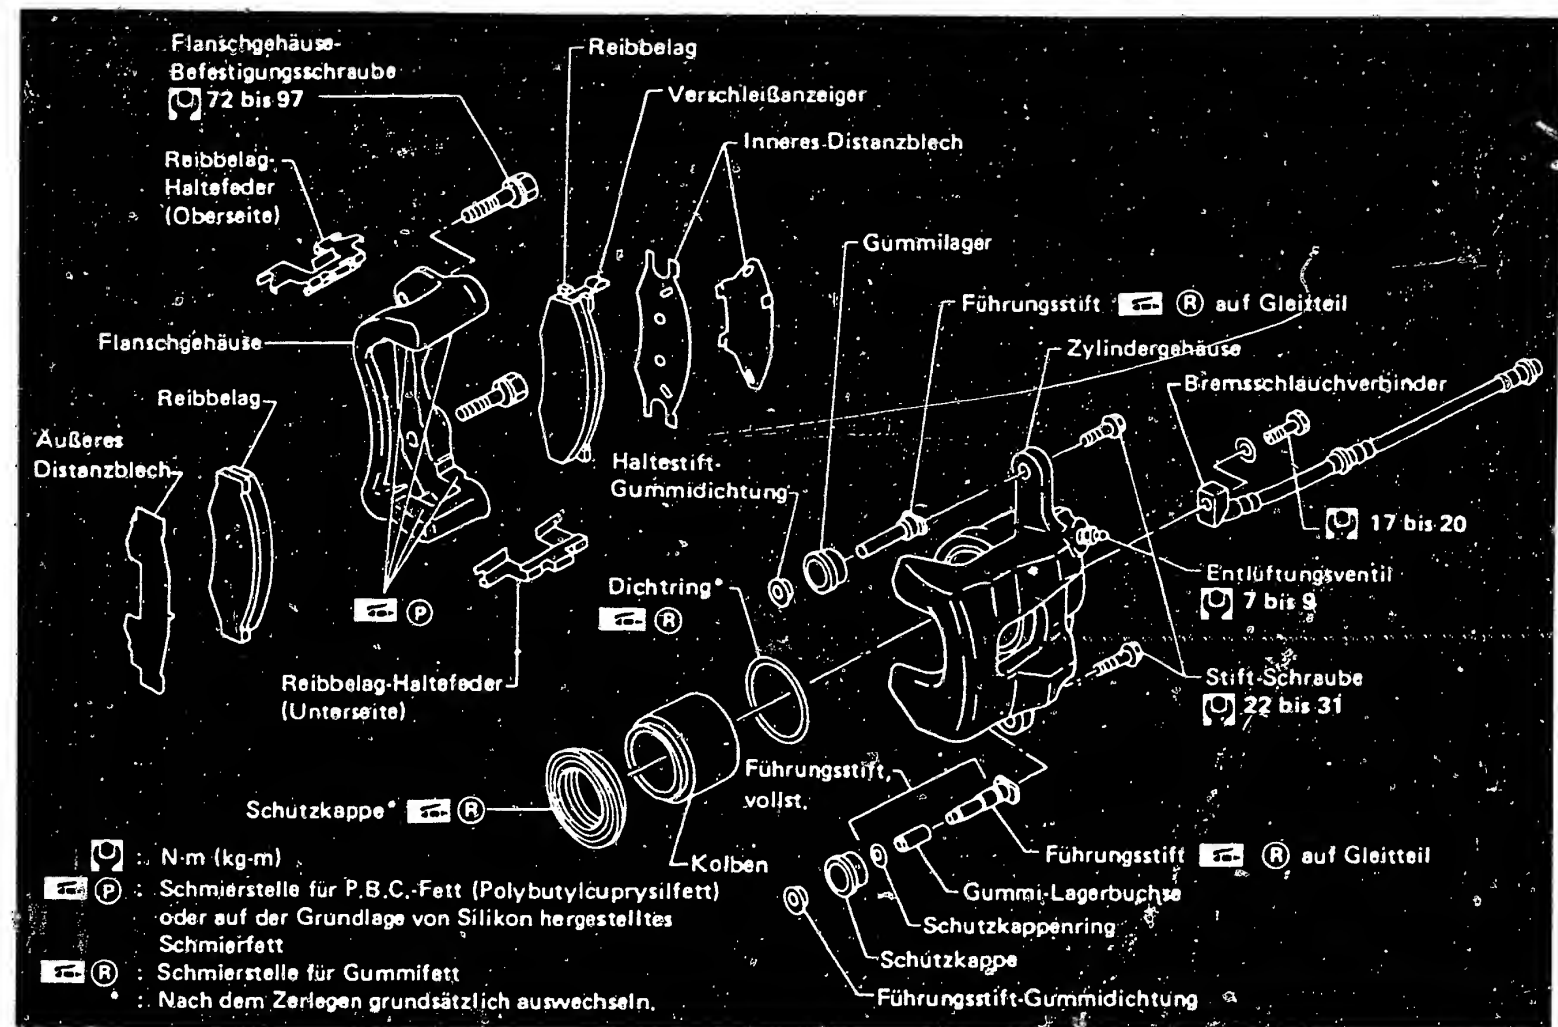

Bild 54 Einzelteile des vorderen Bremssattels mit Bezeichnung der Schmierstellen und den Anzugsdrehmomenten (in Nm).
b) Der Hauptbremszylinder lässt sich in gewohnter Weise ausbauen und revidieren. Dabei ist der Primärkolben komplett mit Dichtringen und Rückstellfeder zu ersetzen (Bild 54).